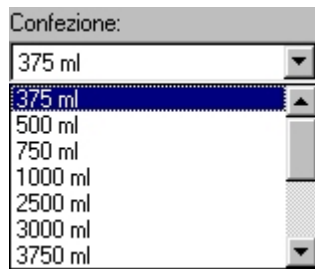

Figura 5
- fare clic sulla freccia posta a destra della casella **Confezione**, viene visualizzata la casella di riepilogo con l'elenco di tutte le confezioni disponibili (Figura 5); se l'elenco delle confezioni non rientra tutto nella casella di riepilogo, vengono fornite le barre di scorrimento.